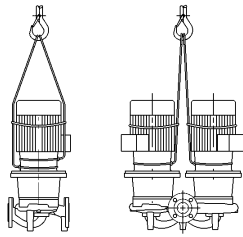

Fig. 3: Aplicação dos cabos de transporte
- Os olhais de transporte no motor destinam-se apenas à condução na elevação de carga (fig. 3).